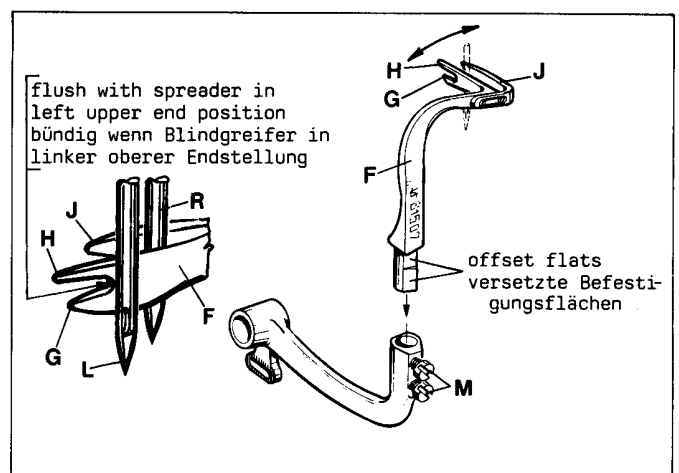
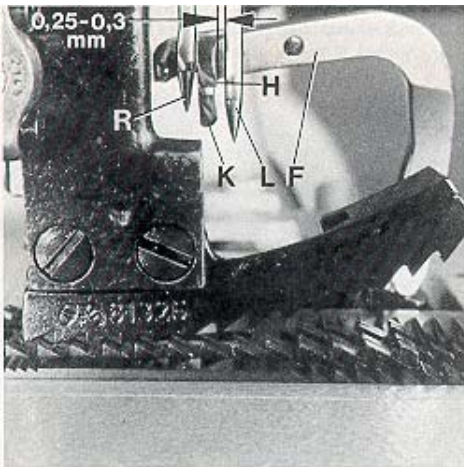
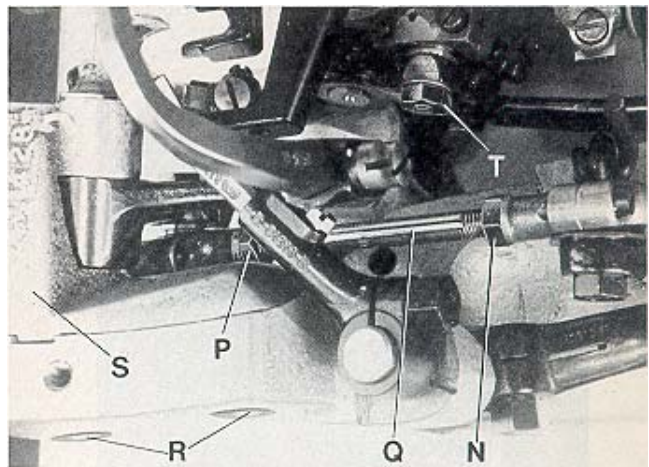

Fig.6
Fig.7
Fig.8
Before inserting a new spreader (F, Fig. 6) remove thread hook (J). This facilitates the visual check of the adjustment.
For adjustment of spreader (F, Figs. 6 and 7) with respect to the needles (L and R), the shank of spreader (F) has two offset flats.
First snug one screw (M, Fig. 6) on the flat of the spreader shank which obtains the following position of the spreader: When rotating the handwheel in operating direction spreader (F, Fig. 7) should pass with the tip of its upper prong (H) in a distance of 0.25 to 0.3 mm (.010 to .012") behind the left needle (L) and its face (K) should not contact the front of the right needle (R). Now tighten the second screw (M, Fig. 6).
**HINT:** In case the adjusting possibility of the spreader by means of the two offset flats on the spreader shank is not sufficient, additionally the complete spreader shaft bearing (S, Fig. 8) can be moved slightly up or down when loosening screws (R). Retighten screws.
In the extreme left upper end position of spreader (F, Fig. 6) la parte inferior del corte entre las tenazas del looper (G y H) debe estar al nivel del lado derecho de la aguja izquierda (L).
If an adjustment is necessary, loosen nuts (N and P, Fig. 8) and turn connecting rod (Q) forward or backward as required to obtain the required position.
**NOTE:** The left nut (P) has a left hand thread. Temporarily snug the two nuts (N and P) manually.
Remount thread hook (J, Fig. 6) on spreader (F).
After this setting recheck the position of the spreader to the left needle, as described above. Reset with connecting rod (Q, Fig. 8) if required and tighten nuts (N and P).
Antes de colocar el nuevo spreader (F, Fig. 6) retire el gancho retenedor del hilo (J). Esto permite visualizar mejor el ajuste.
Para ajustar el spreader superior (F, Figs. 6 y 7) con respecto a las agujas (L y R) el cuello del spreader (F) tiene dos superficies planas.
Primero acomode un tornillo (M, Fig. 6) contra la parte plana del cuello del spreader, con lo cual se alcanzará la siguiente posición del spreader: Cuando se gire el volante en dirección de costura, el spreader (F, Fig. 7) debe pasar con la punta de su tenaza (H) a una distancia de 0.25 a 0.3 mm por detrás de la aguja izquierda (L) y su cara (K) no debe tocar el frente de la aguja derecha (R). Apriete el segundo tornillo (M, Fig. 6).
**DATO:** En el caso de que de haber hecho el ajuste del spreader a ambos lados del tronco no sea suficiente, se recomienda mover el rodamiento del looper (S, Fig. 8) ligeramente hacia arriba o hacia abajo, cuando se suelten los tornillos (R). Apriete los tornillos.
En la extrema posición superior izquierda del spreader (F, Fig. 6) la parte inferior del corte entre las tenazas del looper (G y H) debe estar al nivel del lado derecho de la aguja izquierda (L).
De ser necesario un ajuste, afloje las tuercas (N y P, Fig. 8) y gire la varilla de conexión (Q) hacia adelante o hacia atrás, como sea requerido, hasta obtener la posición adecuada.
**NOTA:** La tuerca izquierda (P) enrosca a la izquierda. Temporalmente ajuste las dos tuercas (N y P) manualmente.
Monte de nuevo el gancho retenedor del hilo (J, Fig.6) en el spreader (F).
Después de realizar este ajuste, verifique la posición del spreader superior con la aguja, tal y como se describe en el párrafo anterior. Reajuste con la barra de conexión (Q, Fig. 8) de ser necesario y apriete de nuevo las tuercas (N y P).
If an adjustment is required, loosen nut (T, Fig. 8) on the double joint and swing the lower looper lever with lower looper accordingly to the right or left. Retighten nut (T).
De ser necesario un ajuste, suelte la tuerca (T, Fig. 8) en la doble unión y mueva la palanca del looper inferior con el looper inferior hacia la derecha o izquierda, como sea necesario. Reajuste la tuerca (T).